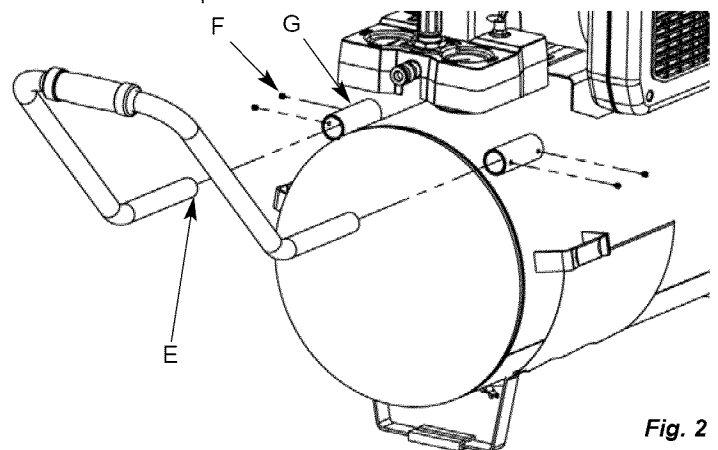

Fig. 2
3. Instale la manija aflojando los tornillos de presión (f) y entonces la colocación de la manija termina (e) en el (G) de los soportes de la manija y asegure con los tornillos de presión (f) (véase fig. 2). Apriete los tornillos usando una llave de maleficio del tamaño 3mm (no incluida).